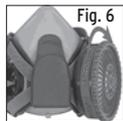

Fig. 6
2. Luego gire el cartucho en sentido de las manecillas del reloj hasta que quede firmemente asentado y ya no pueda girar. (Fig. 6)